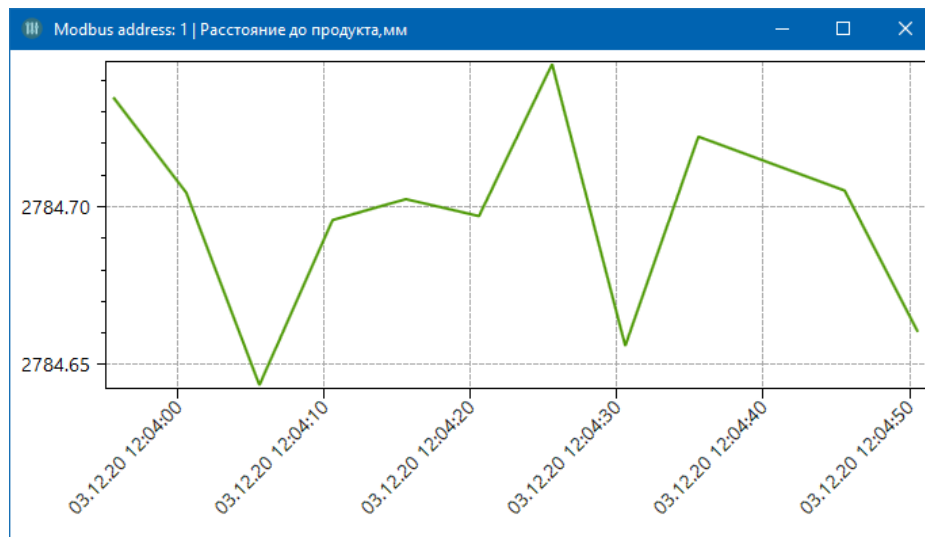

Рисунок 7 – Вікно виводу зміни значення параметра у часі
2) Input Registers. Тут вказуються результати вимірювання та надається можливість користувачу вивести окреме вікно для відображення зміни параметра на графіку (рис. 7).